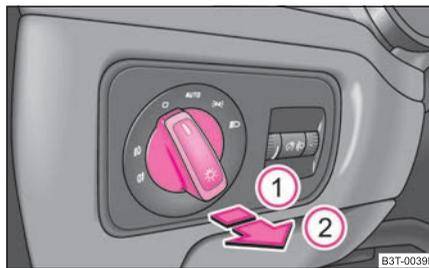

Abb. 43 Schalttafel: Lichtschalter
- Drehen Sie zunächst den Lichtschalter in die Position  oder  ⇒ Abb. 43.
- Drehen Sie zunächst den Lichtschalter in die Position  oder  ⇒ Seite 58, Abb. 43.